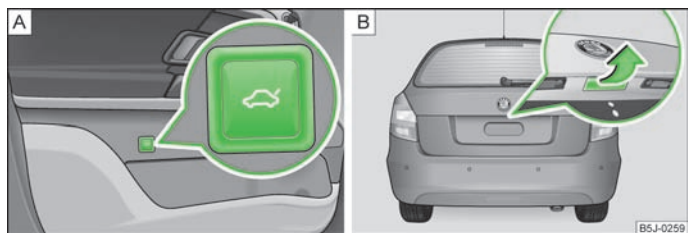

Fig. 16 Destrancar a tampa da bagageira / Manipulo da tampa da bagageira
- Nos veículos sem fecho centralizado, prima o botão  na porta do condutor » Fig. 16 - [A] e abra a tampa da bagageira no sentido da seta » Fig. 16 - [B].
- Nos veículos com fecho centralizado, pressione o manipulo e, ao mesmo tempo, abra a tampa da bagageira » Fig. 16 - [B].